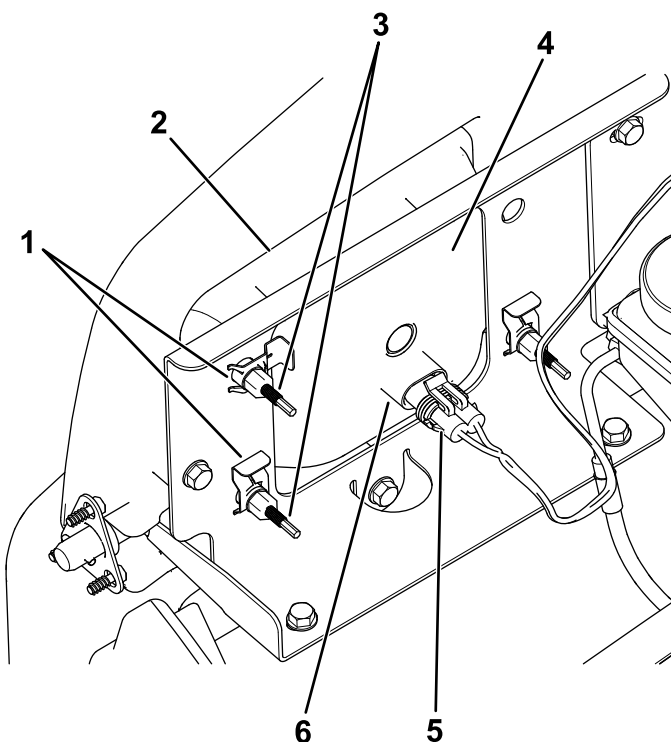

Figura 51
- Desligue o conector elétrico para a cablagem do conector do conjunto da lâmpada (Figura 51).
- Retire os clipe rápido que fixam o farol ao respetivo suporte (Figura 51).
- Retire o conjunto do farol movendo-o para a frente através da abertura no pára-choques dianteiro (Figura 51).
- Instale o novo farol através da abertura no pára-choques (Figura 51).
- Ligue o conector elétrico para a cablagem ao conector do conjunto da lâmpada (Figura 51).
5. Na parte traseira do conjunto de faróis, rode os parafusos de ajuste (Figura 51) para inclinar o conjunto dos faróis e alinhar a posição do feixe.